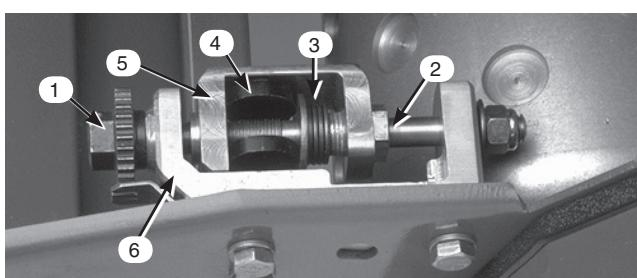

図45
- ベッド・バー調整ネジ（図45）を左に回してベッドナイフとリールの接触をなくす。
- スプリング・テンション・ネジ（7/8インチ）をゆるめて、スラスト・ワッシャがベッド・バーにまったく押し付けられていない状態にする（図45）。
- ベッド・バー・ボルト（図45）を固定しているジャムナット（機体両側）をゆるめる。
- 各ベッド・バー・ボルトを抜いてベッド・バーを下に引き抜いて外す。ベッド・バーの両端にナイロン・ワッシャとスチール・ワッシャが2枚ずつあるので注意する（図45）。